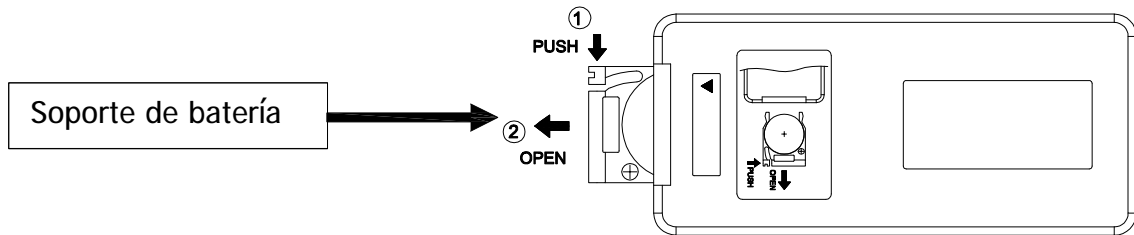

Figura 1
1. extraer el soporte de la batería y ubique el soporte de la batería (Figura 1)